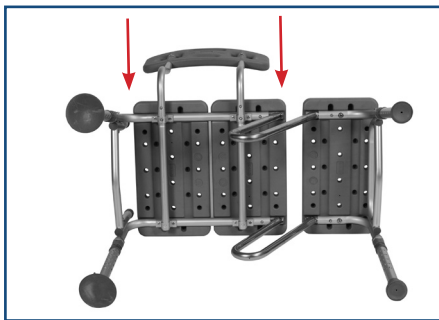

figura 6
- Introducir el respaldo dentro de la base al presionar las clavijas de presión y deslizar los tubos de soporte a través de ambos receptáculos. Nota: El respaldo debe deslizarse a través de ambos receptáculos para quedar colocado de forma segura. (Figura 6)